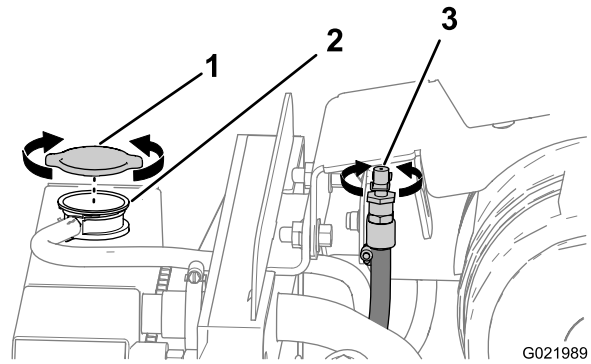
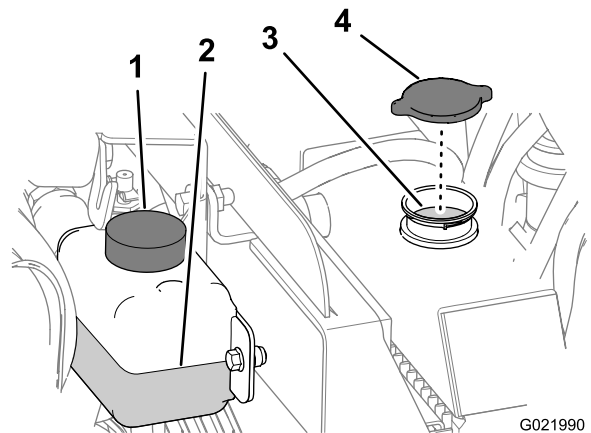

Figura 76
Figura 77
4. Aprite la valvola di sfiato del motore (Figura 76).
5. Rimuovete il tappo del radiatore dal collo del bocchettone di riempimento e controllate il livello del refrigerante (Figura 76 e Figura 77).
6. Se il livello del refrigerante è basso, versate del refrigerante fino a portarne il livello alla base del collo del bocchettone (Figura 77).
2. Togliete il tappo del radiatore (Figura 76 e Figura 77).
- B. Aprite la valvola di sfato (Figura 76).
- A. Aprite la valvola di sfiato (Figura 76).
1. Togliete il tappo del radiatore (Figura 76 e Figura 77).
2. Aprite la valvola di sfiato (Figura 76).